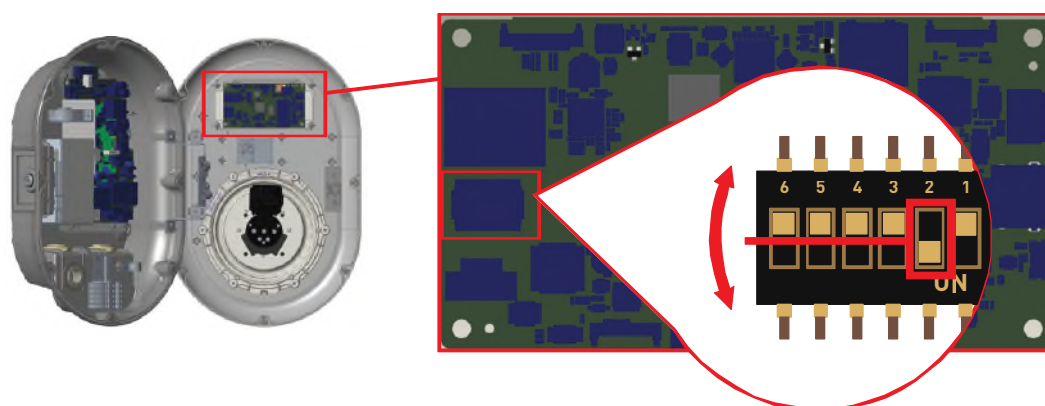

Figure.24
- Basculez la deuxième position de l'interrupteur DIP qui se trouve sur la carte à puce du chargeur, comme indiqué sur la figure 24. Après cela, veuillez rallumer le chargeur.